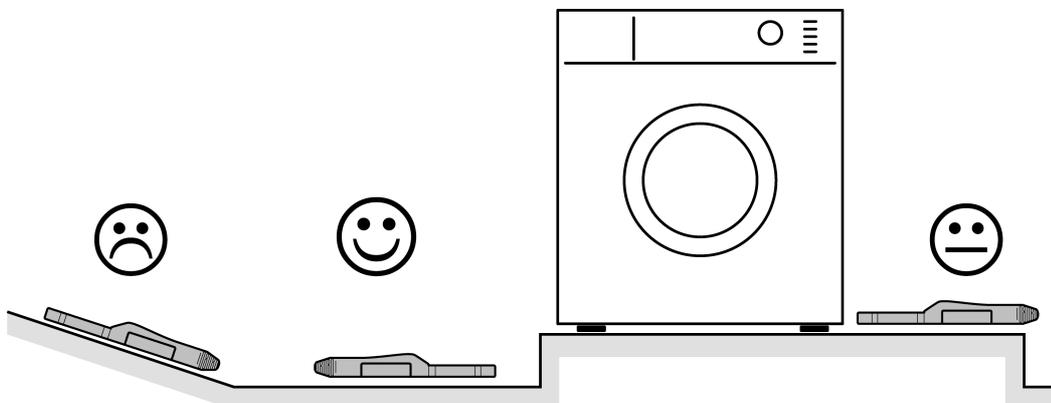

Рисунок 3: Подходящие и неподходящие места для монтажа
- i** Не размещайте прибор на наклонных поверхностях, возвышениях или цоколе (рисунок 3).